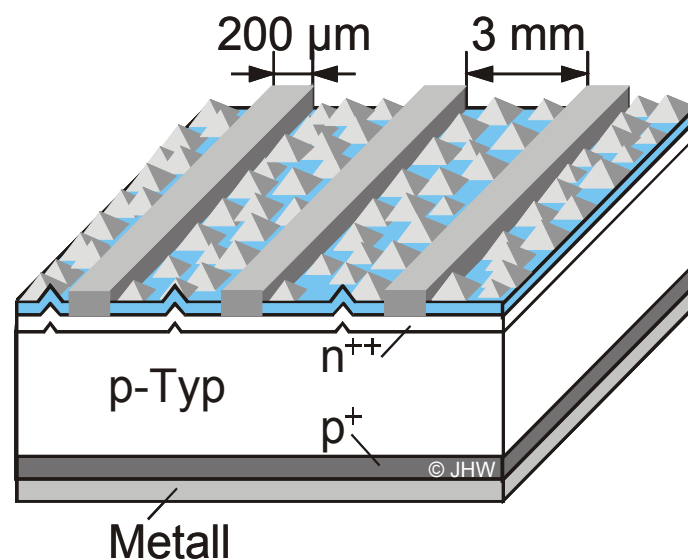

Bild 2: Aufbau einer Solarzelle.
Bild 2 zeigt den Aufbau einer Solarzelle. Die wichtigsten Bestandteile der Solarzelle sind die p-Typ Basis und der stark phosphordotierte n^{++} -Emitter an der Vorderseite der Zelle. Die Basis ist der Hauptbestandteil einer mit Bor dotierten Siliziumscheibe mit ca. $200 \mu\text{m}$ Dicke. Der Emitter besteht aus einer n^{++} -Schicht, die durch eine Oberflächendotierung in einem Diffusionsprozess entsteht. Bei der Dotierung ersetzen
3. Wo sind der Pluspol und der Minuspol der Solarzelle? Bezeichnen Sie die Kontakte in Bild 2.